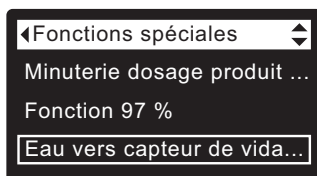

FIG. 93
1. À partir d'un écran d'état dynamique, appuyez sur le sélecteur (O) pour afficher le **Menu principal**.
3. Appuyez sur le sélecteur (O) pour afficher le menu des fonctions avancées.
5. Appuyez sur le sélecteur (O) pour afficher le menu des fonctions spéciales (cf. Figure 93).
8. Si le cercle vis-à-vis de l'option souhaitée a déjà un point, passez à l'étape 9. Sinon, appuyez sur le bouton BAS (▼) ou HAUT (▲) pour passer à l'autre option, puis sur le sélecteur (O) pour confirmer votre choix.
9. Appuyez sur le sélecteur (O) : l'afficheur revient au menu des fonctions spéciales (cf. Figure 93).